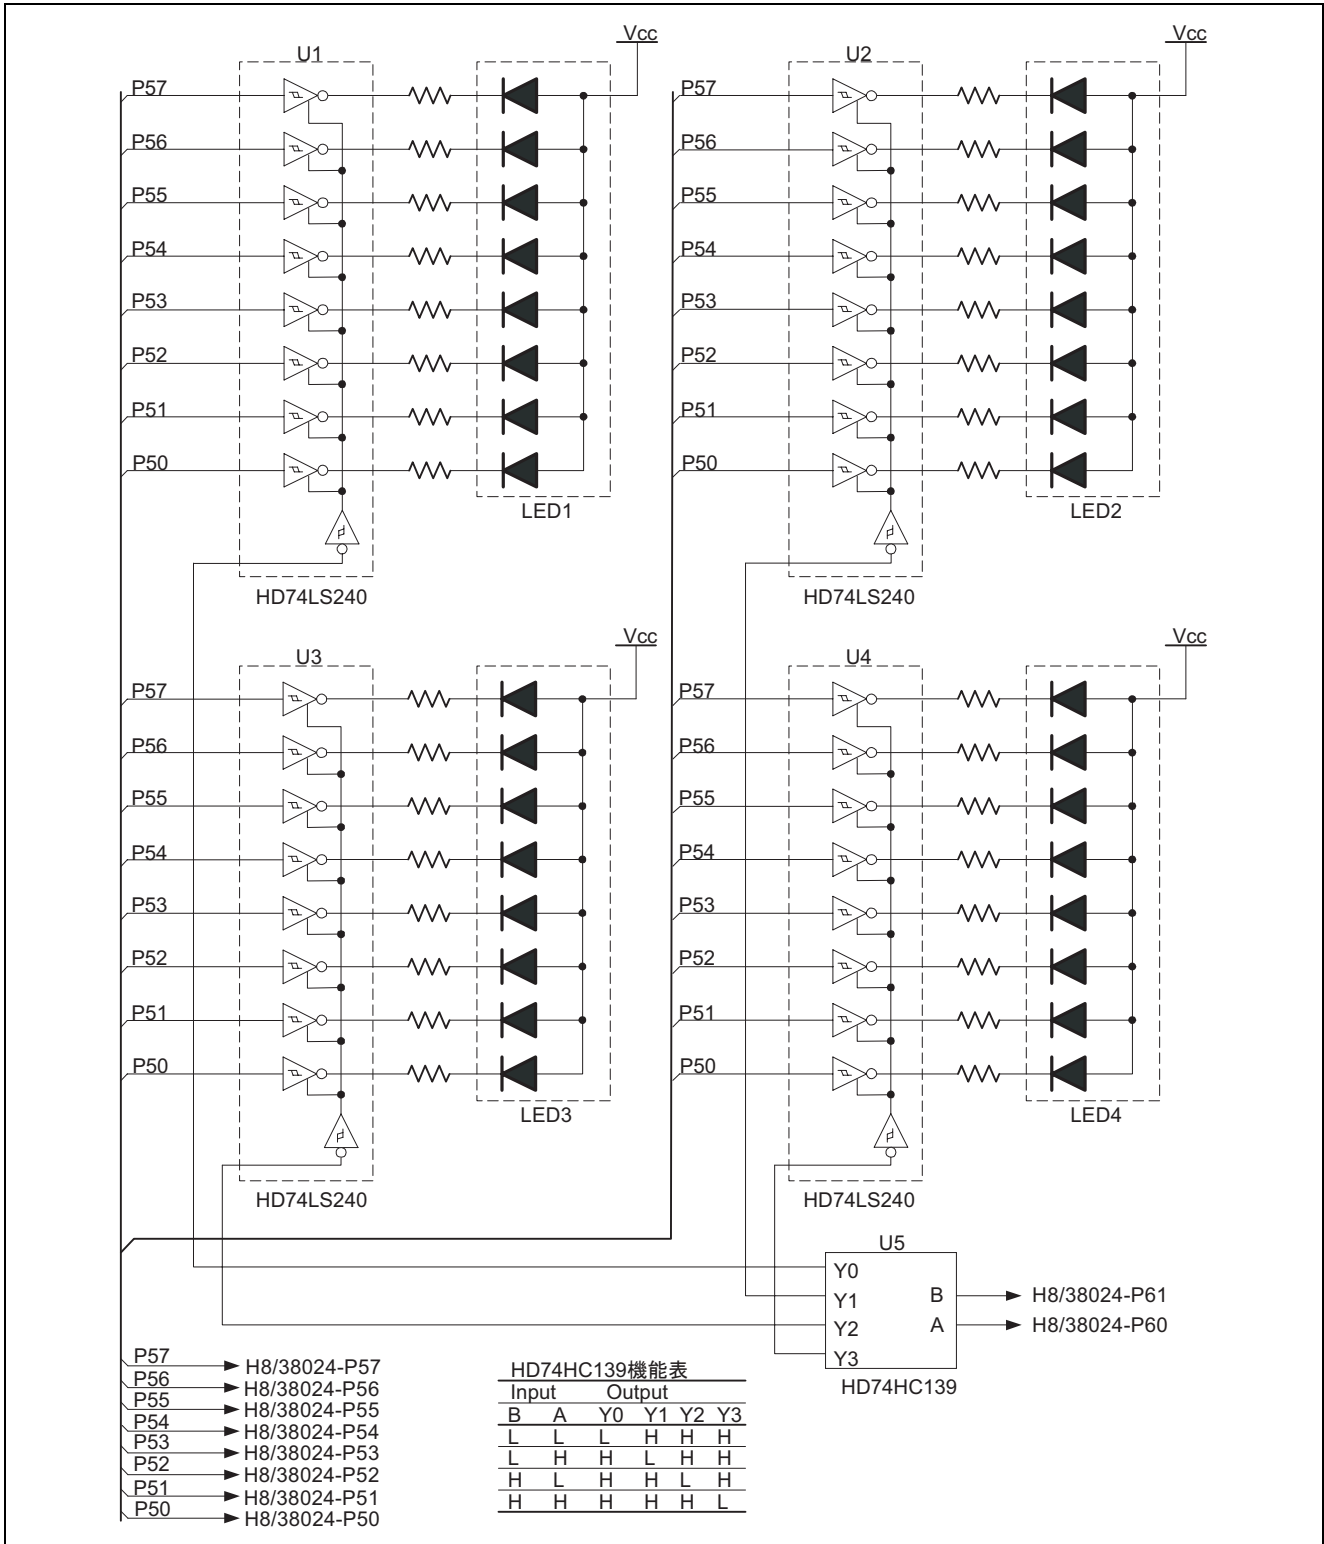

図 2 7セグメント LSD セグメント制御方法
- (5) 本タスク例における H8/38024 の動作電圧 ( $V_{cc}$ ) およびアナログ電源電圧 ( $AV_{cc}$ ) は 3.3V, OSC クロック周波数は 10MHz, ウォッチクロック周波数は 32.768kHz です。
- (6) 本タスク例で使用しているオペアンプは C-MOS 型レイル・トゥー・レイル (メーカーによってはフルスイングと称す) オペアンプです。従来のオペアンプではオペアンプ自身の電圧ロスにより出力電圧範囲が狭くなっていましたが、レイル・トゥー・レイルオペアンプでは電源電圧まで出力振幅が得られます。
- (7) 本タスク例の動作は以下の通りです。
(8) 本タスク例では、7セグメント LED を表示させるためにポート出力を 3 ステート出力インバータドライバ(HD74LS240)に入力して、ドライバの出力を 7 セグメント LED のカソードに接続しています。また 4 個の 7 セグメント LED を表示させるためのポートはすべての 7 セグメント LED に接続されており、7 セグメント LED の表示切り替えは、3 ステートインバータドライバのイネーブル端子により制御しています。また、7 セグメント LED の表示切り替えを行うための信号生成は、2-to-4-line デコーダ(HD74HC139)を使用して、2 本のポート出力により制御します。図 2 に 7 セグメント LED 制御方法について示します。